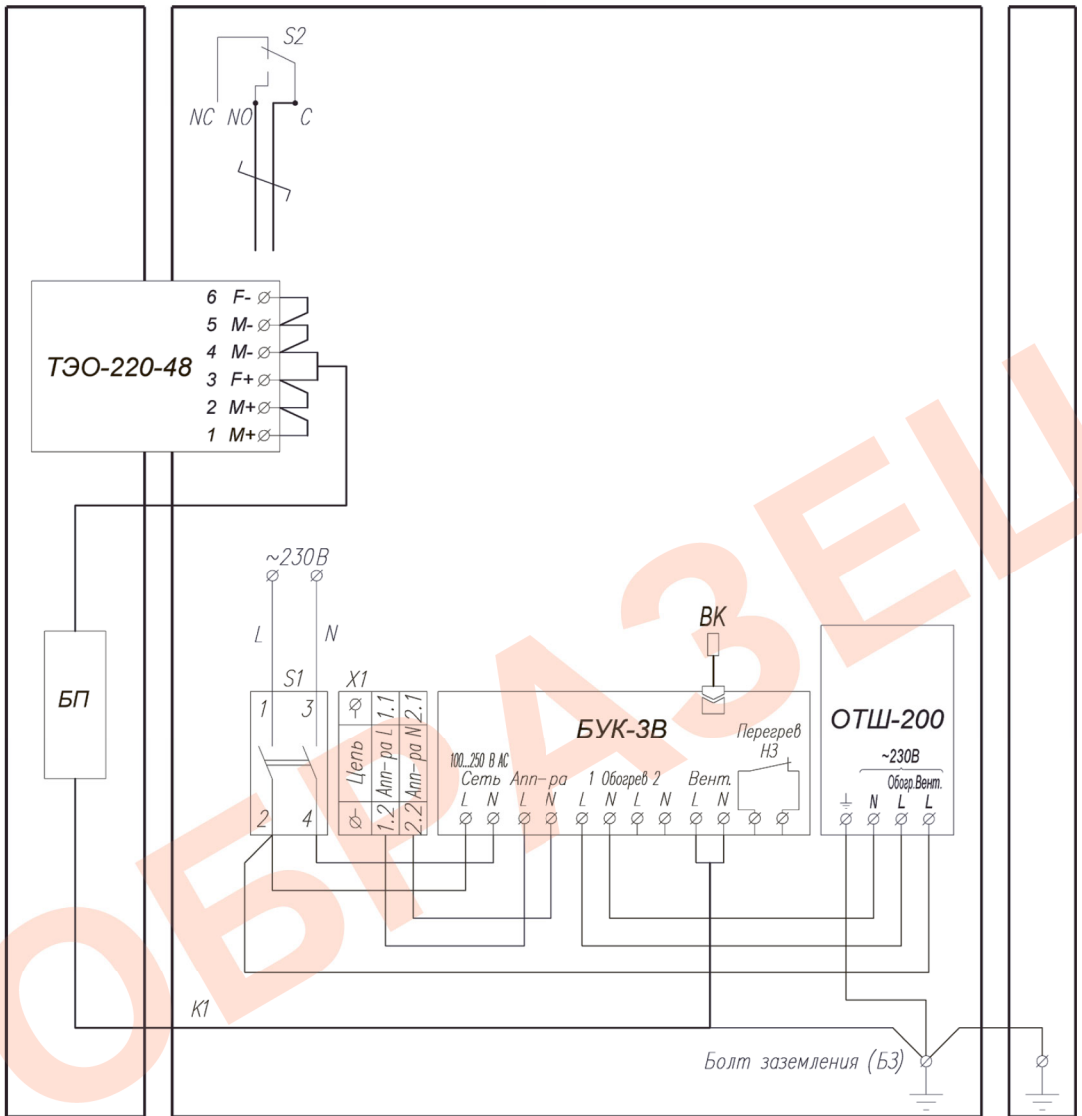

Рисунок 3 – Схема электрическая принципиальная
3. Отсоединить провода кабеля К1 (рисунок 3) от БУК-3В.